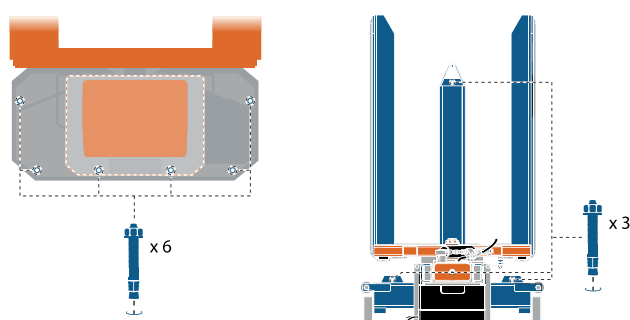

Figure 18 Ancrez l'élévateur à palettes au sol au moyen de 3 ou 6 boulons à expansion en fonction du modèle
3. Ancrez l'élévateur à palettes au sol au moyen de 3 ou 6 boulons à expansion en fonction du modèle. Voir figure 18. Chaque boulon doit résister à au moins 13 kN. Rendez-vous sur www.edmolift.com/installation pour plus d'informations.